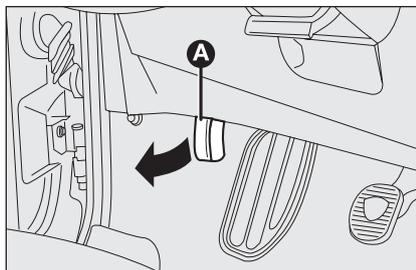

fig. 81
- ❑ tirare la leva **A**-fig. 81 nel senso indicato dalla freccia;